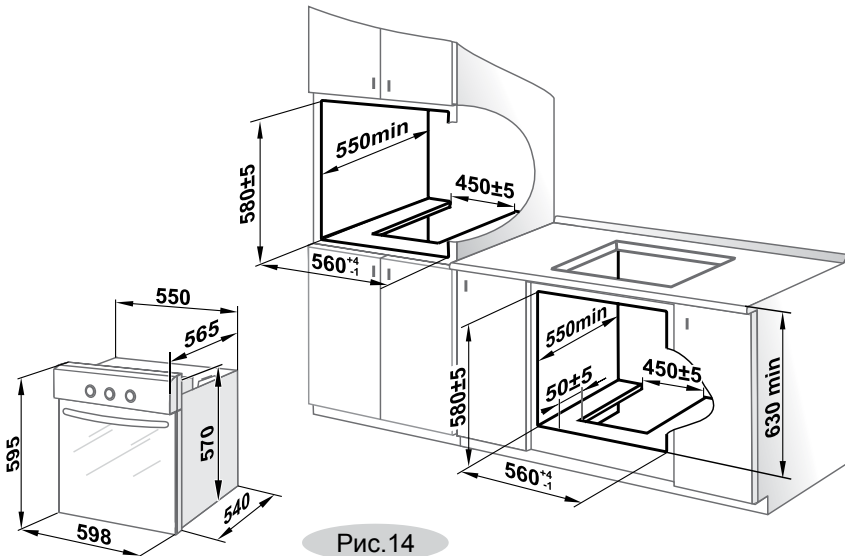

Рис.14
- Духовка встраивается в напольную тумбу или пенал кухонного гарнитура, в которых имеется ниша с размерами, указанными на рис.14 (задняя стенка гарнитура отсутствует).